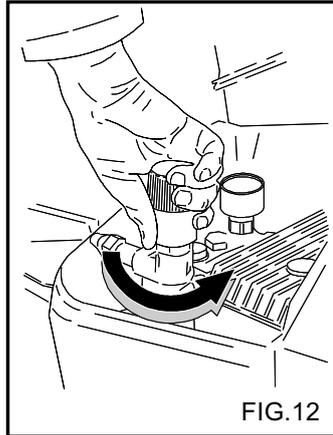

FIG. 12
Mit dieser Vorrichtung (Fig. 12) kann man den Betriebsdruck regulieren. Wenn man den Drehschalter C entgegen dem Uhrzeigersinn dreht (B) (Minimum) wird der Betriebsdruck verringert.